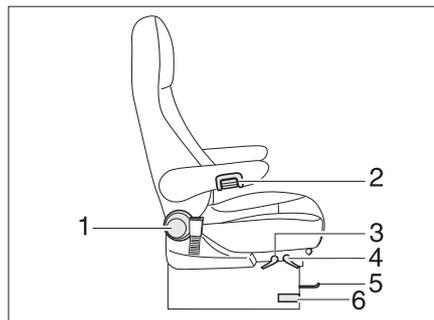

Bild 74 Fahrer- und Beifahrersitz
- Den Hebel zum Drehen des Sitzes (Bild 74,6) drücken oder ziehen. Der Sitz wird aus der Arretierung gelöst.